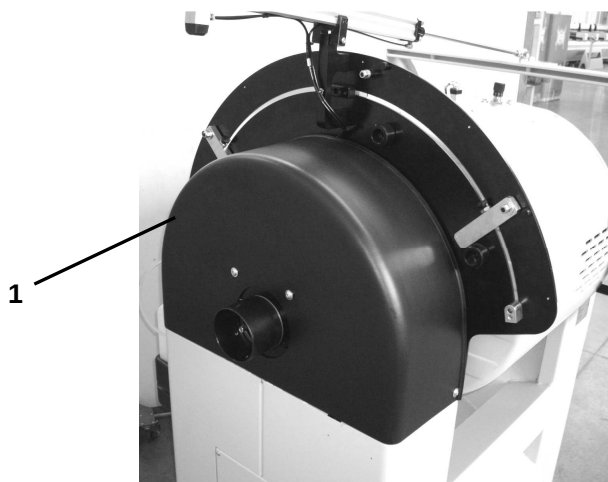

Fig. 09-06
- Estrarre il carter di protezione posteriore '1' - **Fig. 09-06**.
- Chiudere il carter di protezione '1' - **Fig. 09-06**.